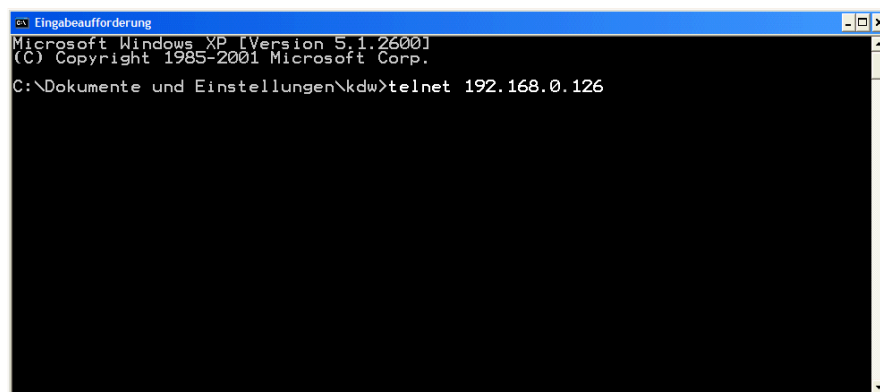

Abb. 14: Aufruf des Telnet-Clients
**Hinweis:** Bitte beachten Sie, dass für das Telnet-Kommando in der **Abb. 14** die aktuelle IP-Adresse des Starter Kits als Parameter benötigt wird.